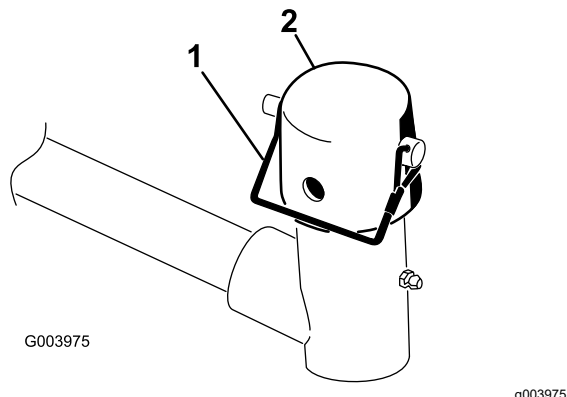

Figura 9
9. Retire o pino de encaixe e tampa da forquilha da articulação do braço de elevação (Figura 9).
Nota: Utilize a ranhura se pretender direcionar a unidade de corte ou utilize o orifício se pretender bloquear a unidade de corte na posição (Figura 9).